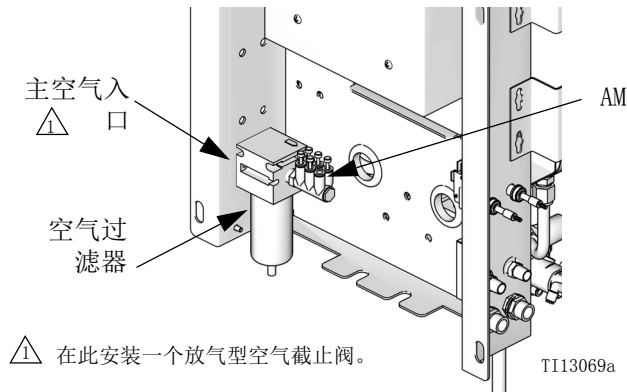
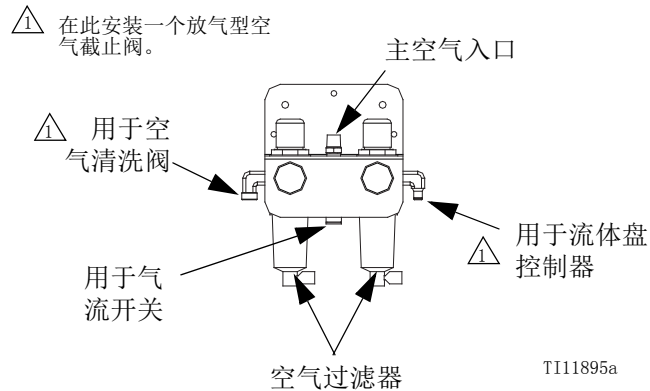

图 7. 壁式安装供气入口
图 8. RoboMix 供气控制器
2. 在控制空气过滤器入口内安装一个放气型空气截止阀。有关壁式安装系统，请参见图 7；请参见图 8，了解 RoboMix 系统。
将单独清洗供气管路用于空气清洗阀 (APV)。如果空气清洗阀 (APV) 和止回阀 (CV) 故障, 请勿将空气清洗阀连接至设备的主供气或空气歧管 (AM, 图 7), 以避免流体污染电磁阀、空气逻辑管路或设备的主供气。